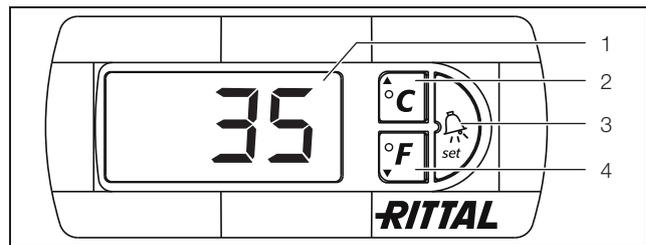
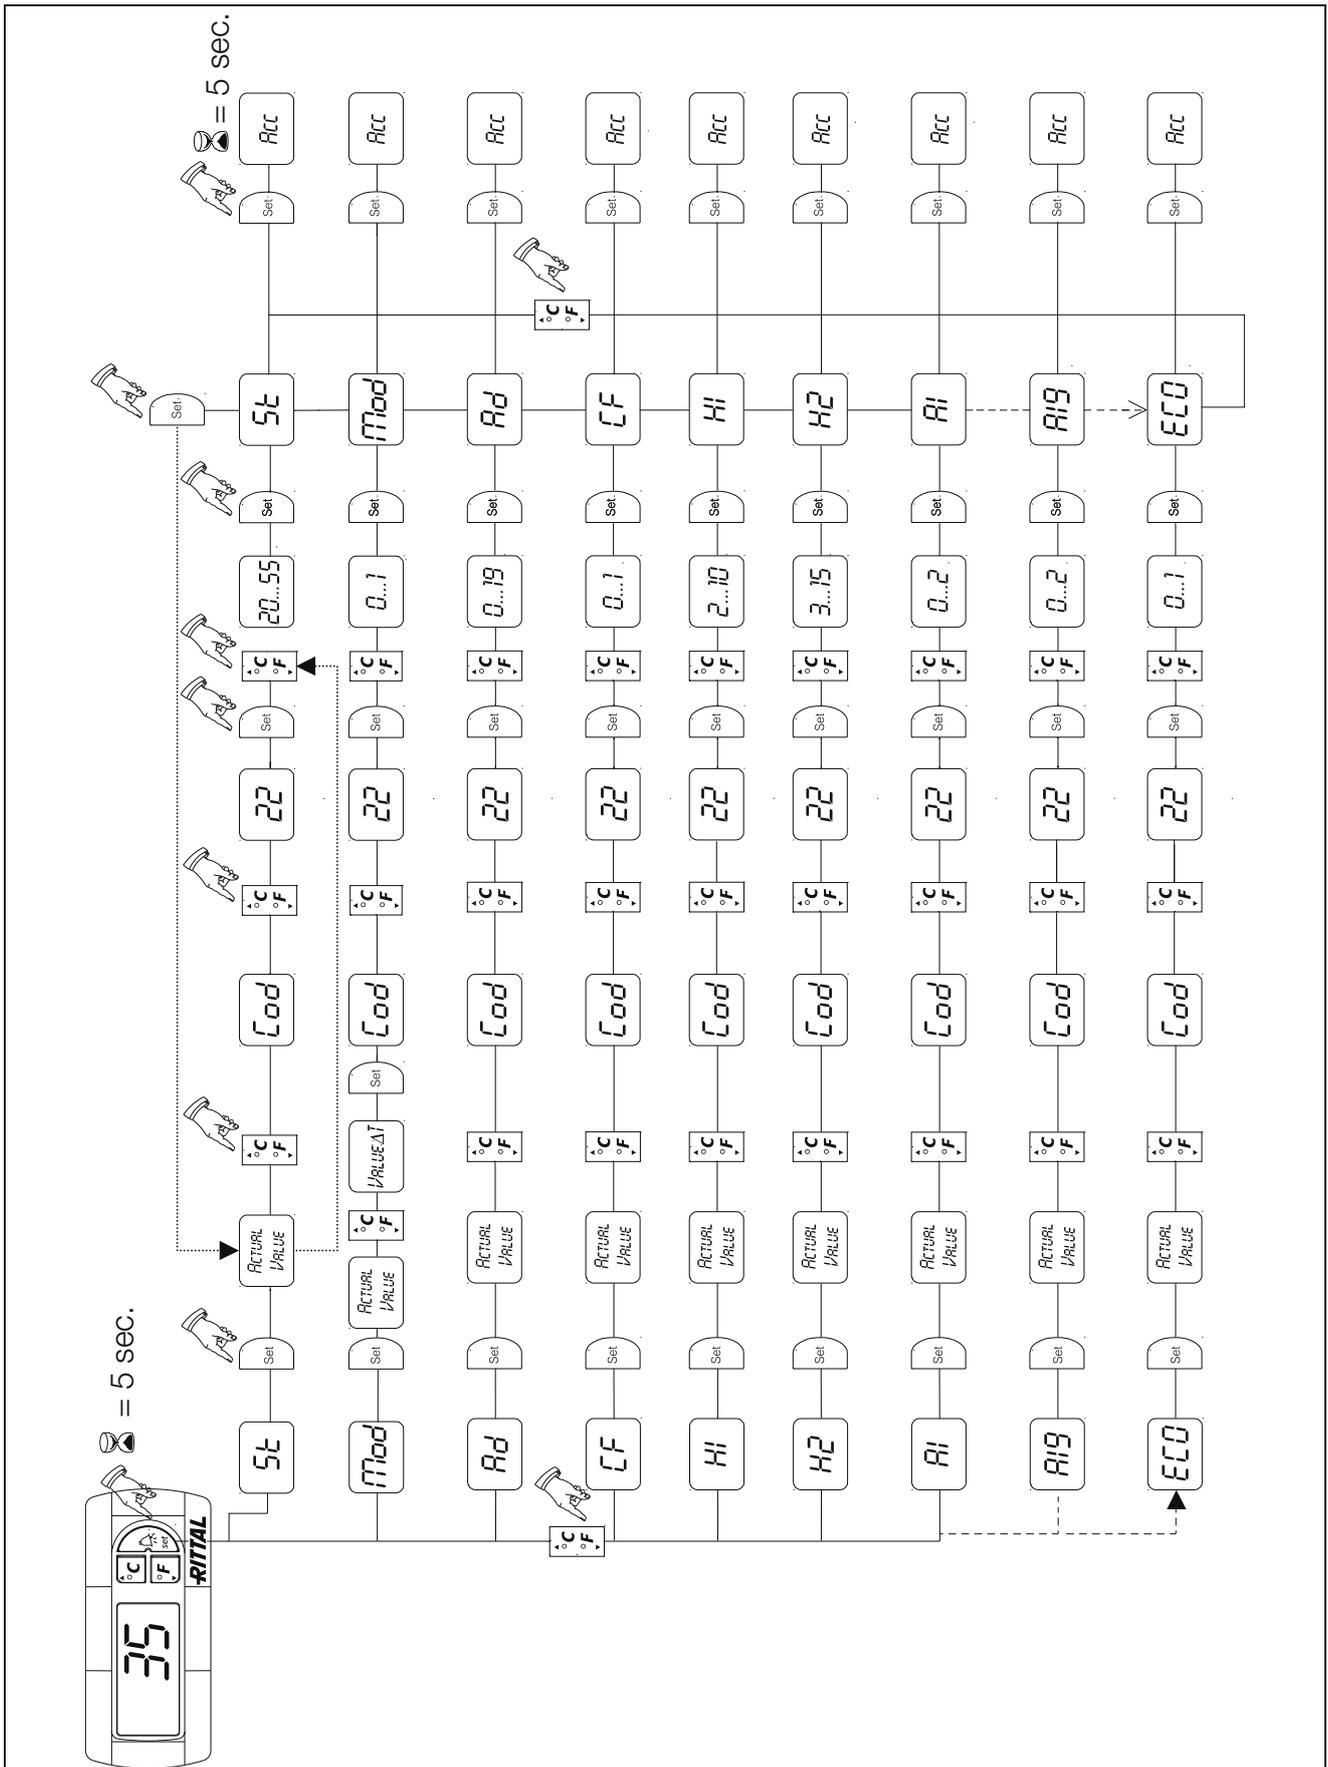

Fig. 16: Visualizzazione stato di funzionamento/guasti del sistema tramite controllo e-Comfort
Fig. 20: Schema delle programmazioni del controllo e-Comfort
Il controllo e-Comfort dispone di un display a 7 segmenti (fig. 16, pos. 1). Dopo aver attivato l'alimentazione, sul display appare per ca. 2 secondi la versione del software utilizzato. In modalità di funzionamento normale il display visualizza sia la temperatura (in gradi Celsius o gradi Fahrenheit, commutabili) sia le segnalazioni di guasto. La temperatura attuale all'interno dell'armadio in regime normale è sempre visualizzata. In presenza di guasto appare la relativa segnalazione invece dell'indicazione di temperatura.
Per la programmazione dell'apparecchio si utilizzano i tasti 2 – 4 (fig. 16). I relativi parametri vengono visualizzati in modo analogo sul display.
- Premere contemporaneamente i tasti 2 (°C) e 3 («Set») (fig. 16) per almeno 5 secondi.
Con i tasti 2, 3 e 4 (fig. 16) è possibile modificare i parametri entro i campi predefiniti (valore min., valore max.). Le tabelle 3 e 4 mostrano quali parametri sono modificabili. La fig. 20 mostra quali tasti si devono utilizzare.